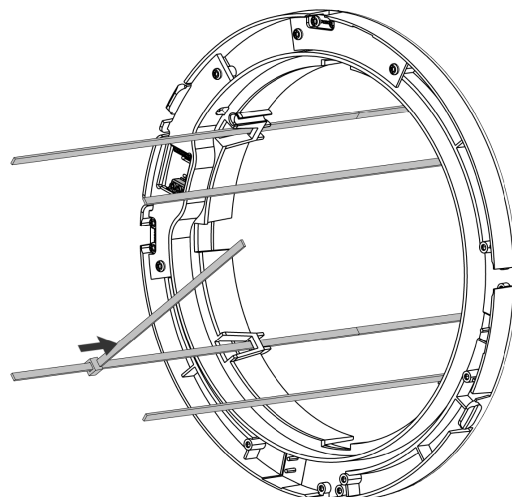

Figure 21 - Fixez une bande supplémentaire sur chaque bande.
2. Glissez une bande supplémentaire (2) sur l'extrémité de chacune des bandes de montage (voir Figure 21).